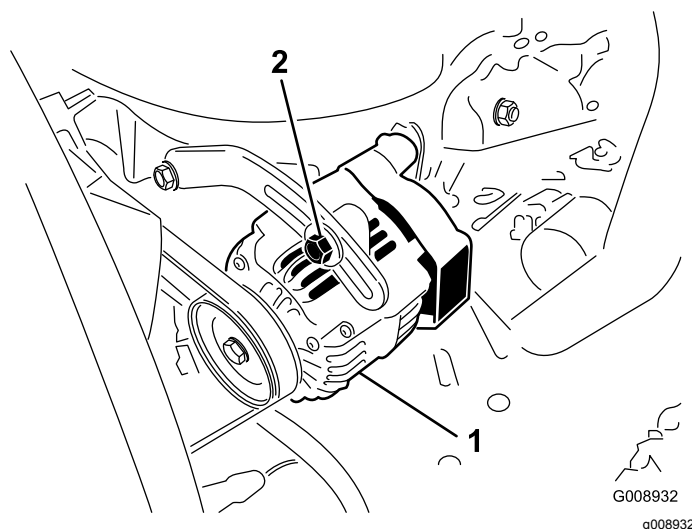

Figura 53
Verifique o estado e a tensão das correias (Figura 53) após cada 100 horas de funcionamento.
2. Se o desvio obtido não for igual a 10 mm, deverá libertar as cavilhas de montagem do alternador (Figura 53). Aumente ou diminua a tensão da correia do alternador e aperte os parafusos. Verifique uma vez mais a deslocação da correia para se certificar de que a tensão está correta.